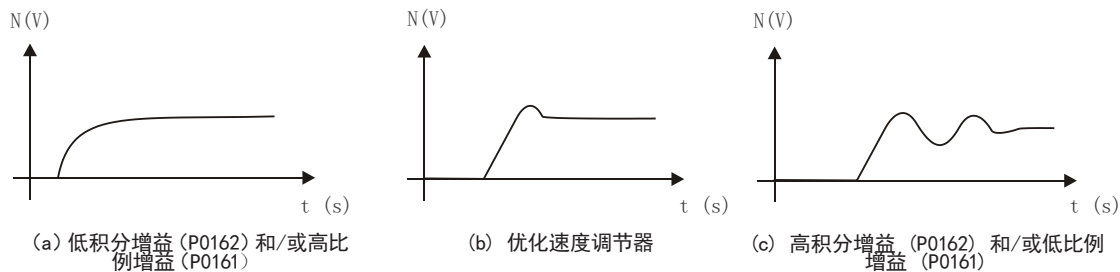

图 12.5: (a) 到 (c) 转速调节器响应类型
- 6. 请从图 12.5（第12-14页）中的选项中确定，哪种波形最能代表所观测到的信号。
7. 根据图 12.5（第12-14页）中列出的响应类型，调整 P0161 和 P0162。